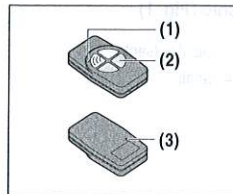

Fig. 1
4.2 Den Handsender verwenden (Fig. 1)
- ▶ Die gewünschte Taste (2) am Handsender drücken. Die mit der Taste verbundene Funktion (z. B. Tor auf / zu) wird ausgeführt.